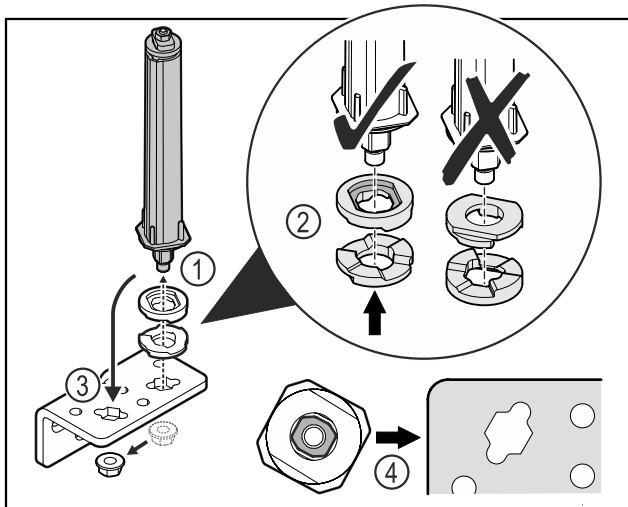

Fig. 52
- ▶ Отпустите гайку и демонтируйте систему закрытия двери Fig. 52 (1).
- ▶ Учитывайте правильность выравнивания шайб для регулировки высоты Fig. 52 (2).
- ▶ Переставьте систему закрытия двери в шарнирном уголке и зафиксируйте гайкой Fig. 52 (3).
- ▶ При установке учитывайте правильность выравнивания системы закрытия двери Fig. 52 (4).